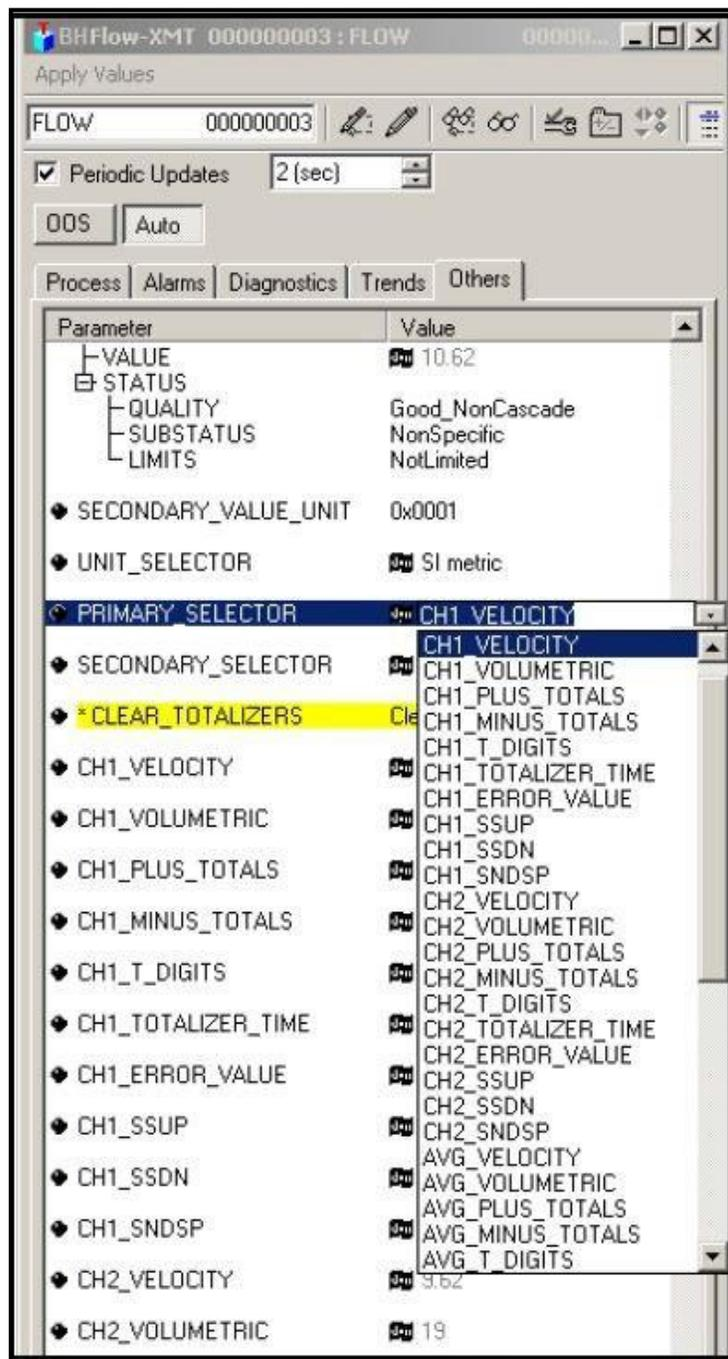

Figura 41: Lista suspensa do seletor principal
2. Selecione a guia **Others** e abra a lista suspensa de PRIMARY_SELECTOR e SECONDARY_SELECTOR (consulte a Figura 41 na página 99).
3. Escolha a unidade na lista (consulte Figura 41 na página 99).